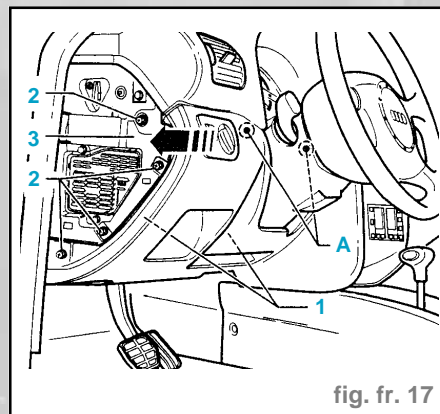

fig. fr. 17
- Dévisser les vis (2) (x4) (fig. fr. 17).